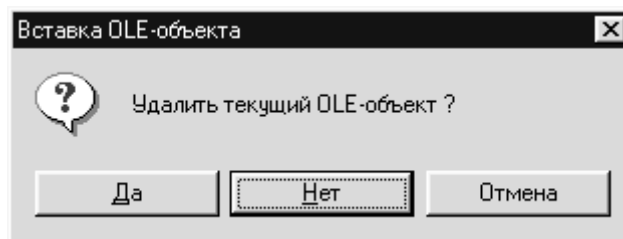

Рис. 86. Окно подтверждения операции вставки данных
- ✧ Если текущий OLE-объект уже содержал какие-либо данные, перед вставкой данных будет сделано предупреждение (рис. 86). Нажмите кнопку [Да] для выполнения операции вставки данных, либо [Нет] или [Отмена] для отмены вставки.